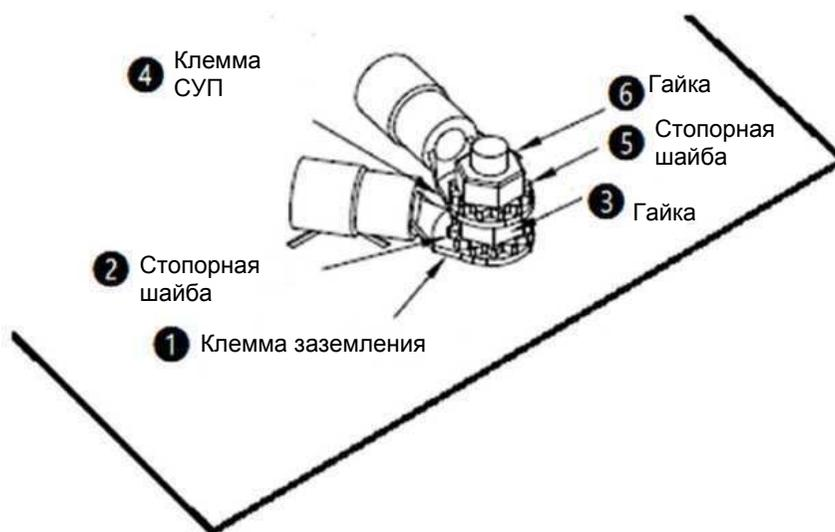

Рис. 6-8. Клемма заземления (\oplus) БРП. Способ подключения клеммы заземления и клеммы СУП
Подробную информацию о подключении к клемме заземления ИБП (\oplus) см. в **руководстве пользователя** ИБП. ИБП заземляется так же, как и БРП. Для справки также можно посмотреть **рис. 6-8**.
*1 Для конфигураций со входом от двух источников основной источник переменного тока и байпасный источник должны использовать одну и ту же нейтраль (N).
Для заземления БРП при подключении к его клемме заземления (\oplus) выполните следующие действия и шаги с ① по ⑥*1, показанные на *рис. 6-8*.
*1 Детали ①–⑥, изображенные на *рис. 6-8*, не входят в комплект поставки БРП.